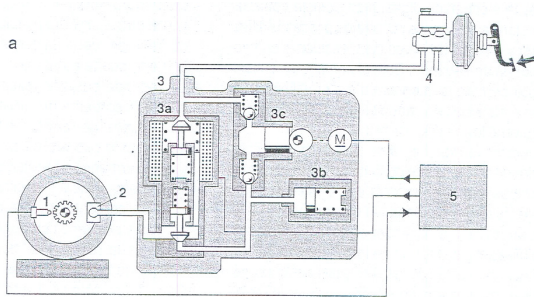

Figura 4.2
- A. **Modo de frenado normal:** durante el frenado normal, cuando se inicia la aplicación de los frenos, las electro válvulas de aislamiento están abiertas hacia las salidas del cilindro maestro, para permitir que se aplique la presión hidráulica. Las válvulas de abatimiento y de elevación están cerradas y el circuito servo del sobre elevador (booster) está bloqueado por las válvulas de elevación y de retén (figura 4.2)